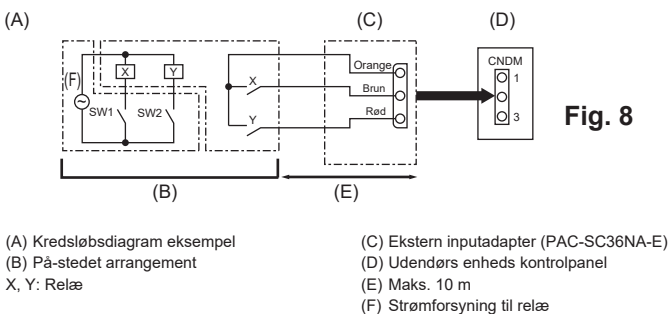

Fig. 8
8.1. Støjsvag modus (ændring på stedet) (Fig. 8)
8.2. Behovsfunktion (modifikation på stedet) (Fig. 8)